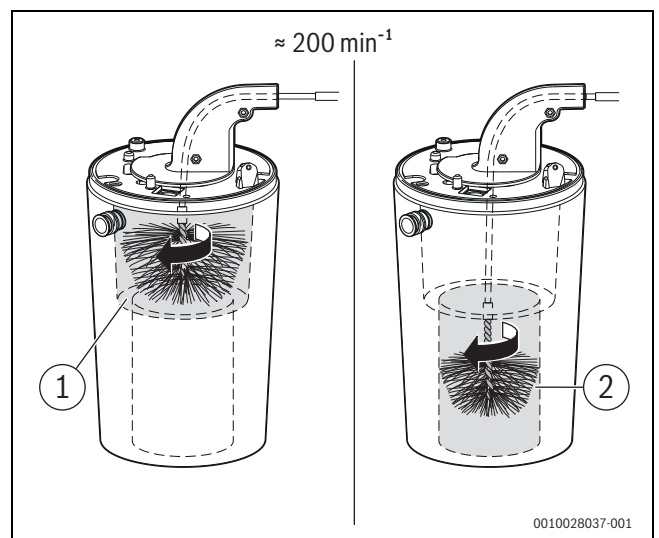

Bild 66 Wärmeblock reinigen (ca. 200 min⁻¹, nur Rechtslauf)
- Mit kleiner Bürste für den unteren Bereich wiederholen (→ Bild 66, [2]).